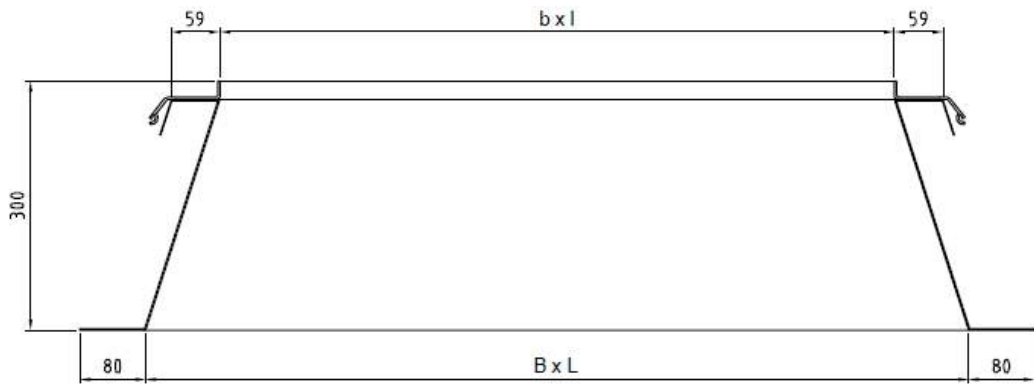

Рис. 2 Основание из стали с защитной рамой FIT 11, высота 300 мм
1.4. Основание имеет стандартные типоразмеры (Рис. 2 – 8).